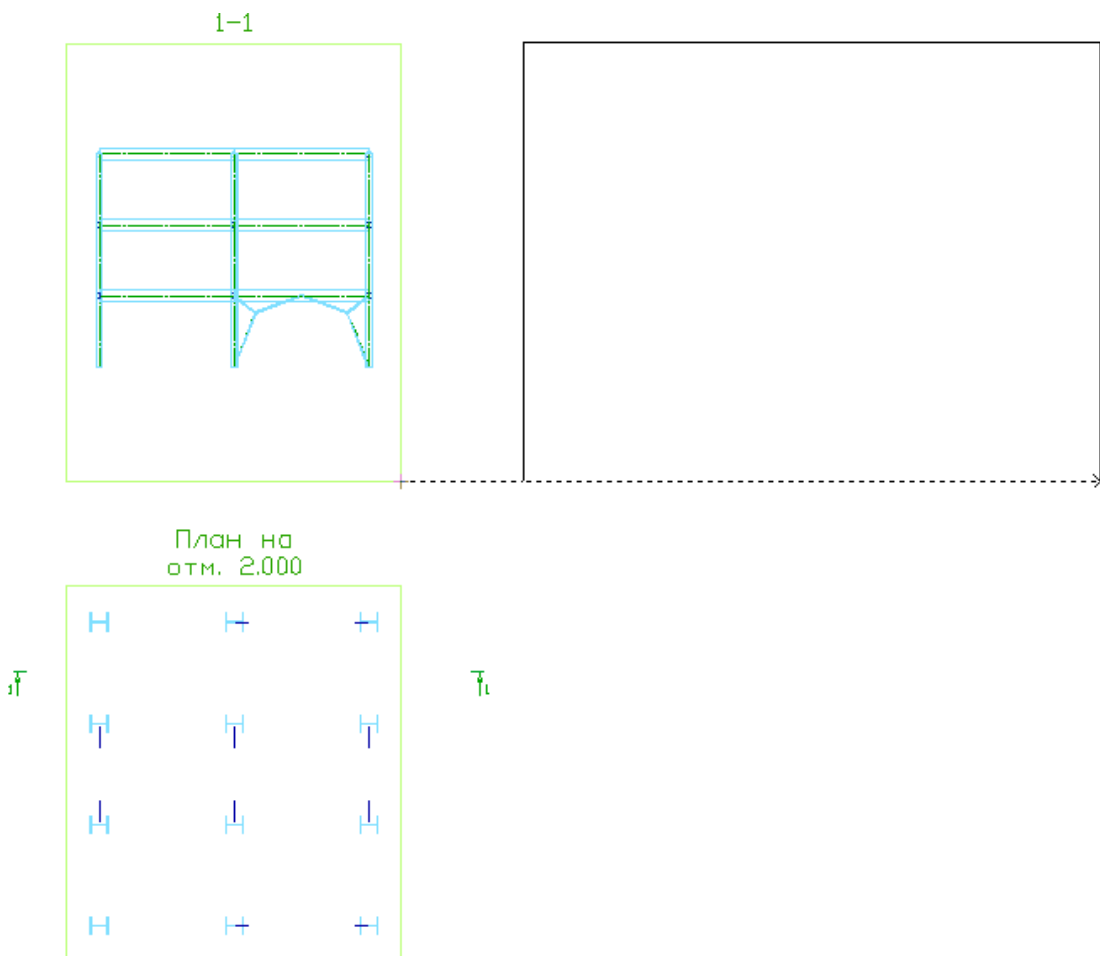

Рис.13.11. Задание области для места расположения продольного разреза
- После этого с помощью "резинового окна" выделите область листа справа от поперечного разреза как показано на рис.13.11.